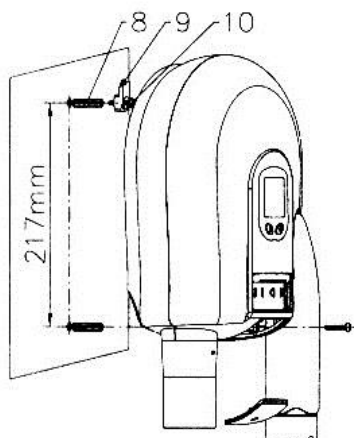

Рис.2
1. Просверлите в стене два отверстия $\varnothing 6$ мм так, как показано на рис.2. Вставьте в отверстия дюбели (8).
2. Приложите крюк (9) к верхнему отверстию так, как показано на рис.2, и закрепите винтом (10). Подвесьте фен за крюк.
3. Отверните крепежный винт крышки (6) и снимите крышку. Совместите нижнее отверстие в стене с отверстием в основании оборудования (13). Вставьте второй винт (10) в отверстие (13) и заверните его.
4. Установите крышку (6) на место и закрепите винтом.